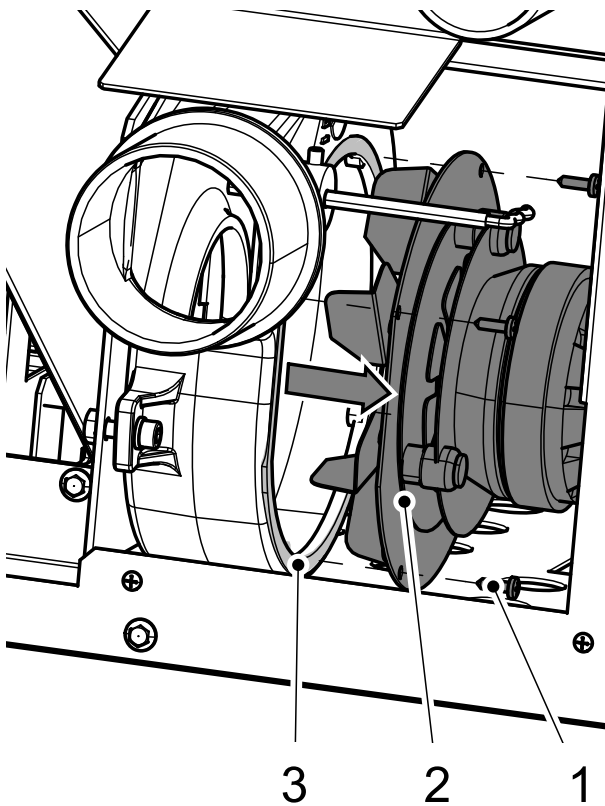

Abbildung 9: Saugzuggebläse
- Dieses Gehäuse wird zum Reinigen durch Öffnen der in Abbildung 9 gezeigten 4 Muttern zugänglich (siehe Pfeile).